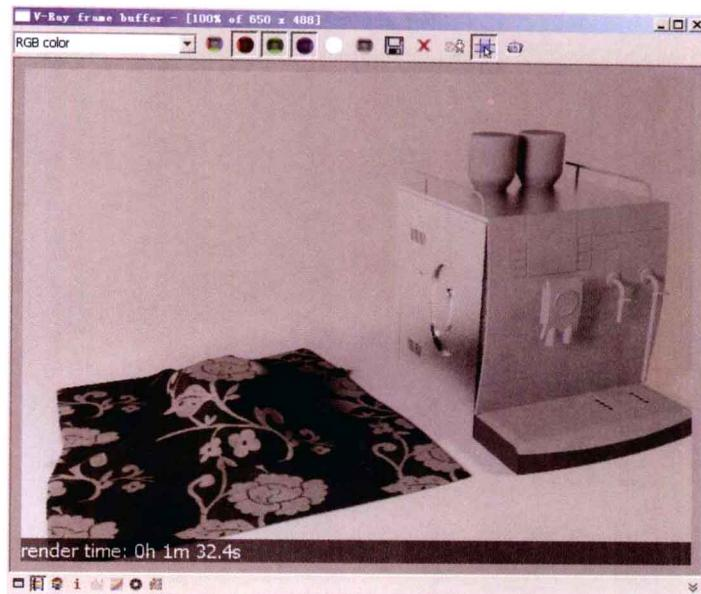

图1.5 固定采样的设置
**STEP 04** 进行渲染测试，观察图1.5的测试结果，咖啡机的细小线条表现得都很好，包括底座的小孔等，桌布的表现没什么特别，纹理也比较清晰。但是，唯一不足的就是渲染时间稍长些，约1min32s。